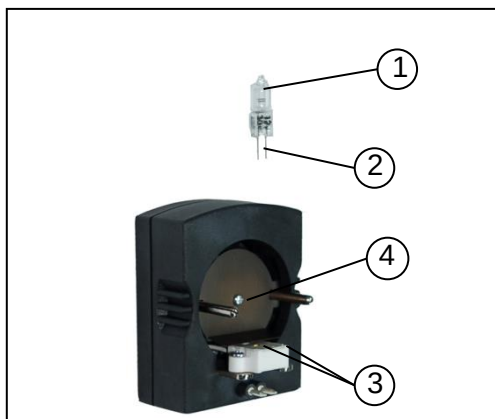

Figura 3
2.2.1 INSTALACIÓN Y SUSTITUCIÓN DE LA LÁMPARA (FIGURA 3)